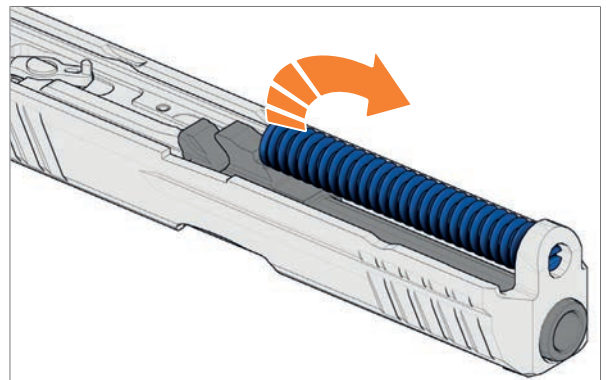

Abb. 61: Schließfeder entnehmen
6. Schließfeder aus dem Verschluss entnehmen (Abb. 61).